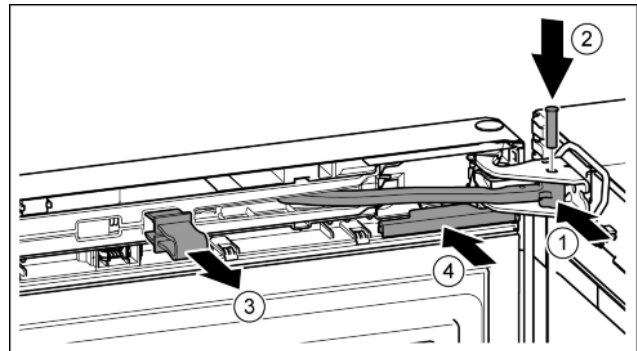

Fig. 43
- ▶ Gelenk in Lagerbock drehen. Fig. 43 (1)
- ▶ Bolzen in Lagerbock und Gelenk einsetzen. Dabei darauf achten, dass der Rastnocken korrekt in der Nut sitzt. Fig. 43 (2)
- ▶ Sicherung abnehmen. Fig. 43 (3)
- ▶ Abdeckung aufschieben. Fig. 43 (4)